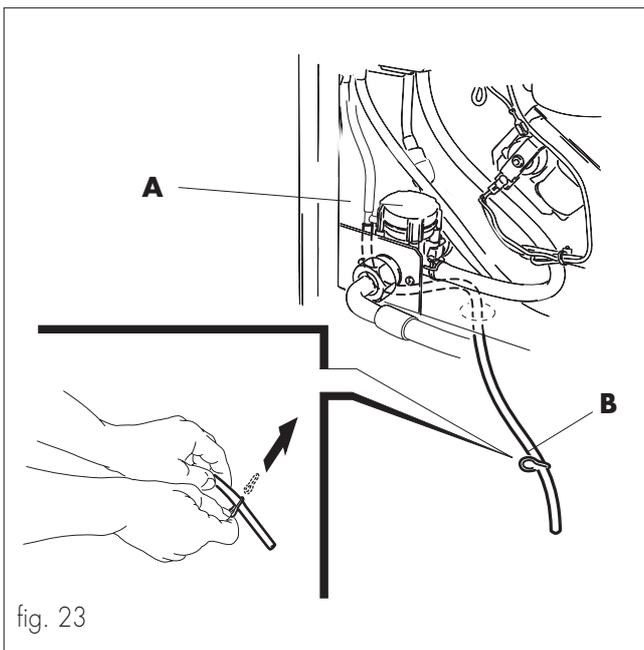

fig. 23
- Introducir en los otros espacios (ref. **D**, fig. 23) una cantidad de vasos que esté comprendida entre los niveles mínimo y máximo indicados en las etiquetas informativas que están en el distribuidor de vasos.
Una de las causas que pueden provocar un fuera de servicio, es el bloqueo de la válvula (ref. **A**, fig. 23) que cierre el ingreso del agua.
La primera cosa a realizar para tratar de desbloquear la válvula, es vaciar el agua presente en el tubo (ref. **B**, fig. 23) que sobresale por debajo de la máquina.